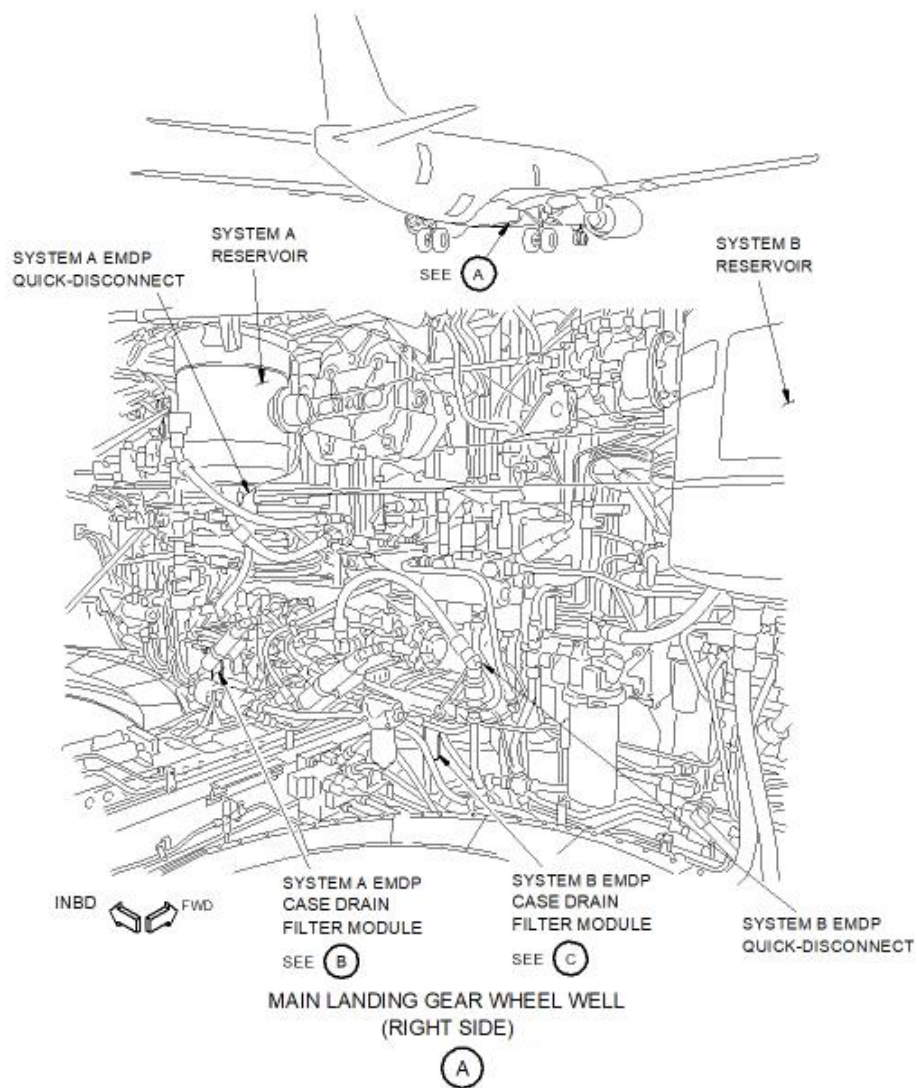
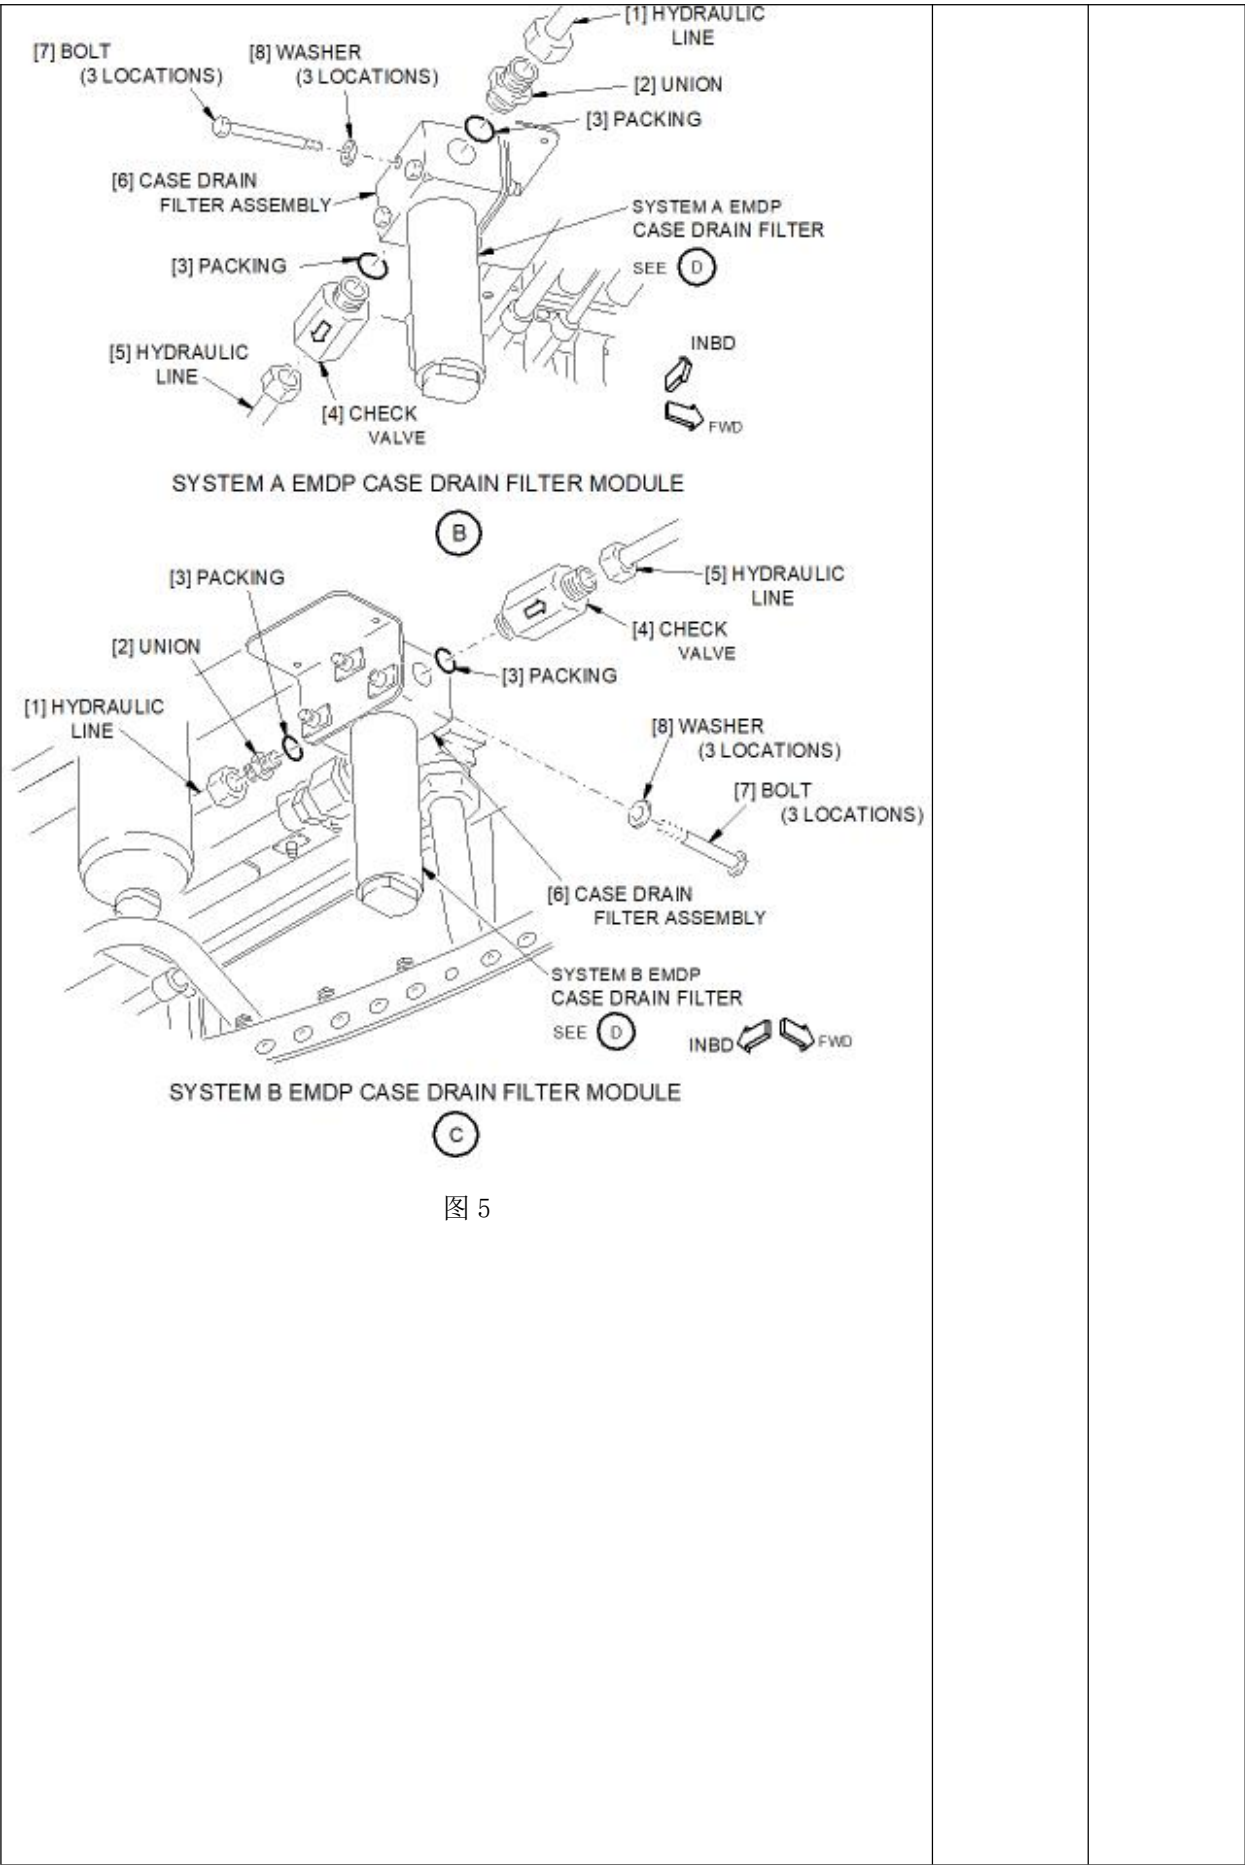
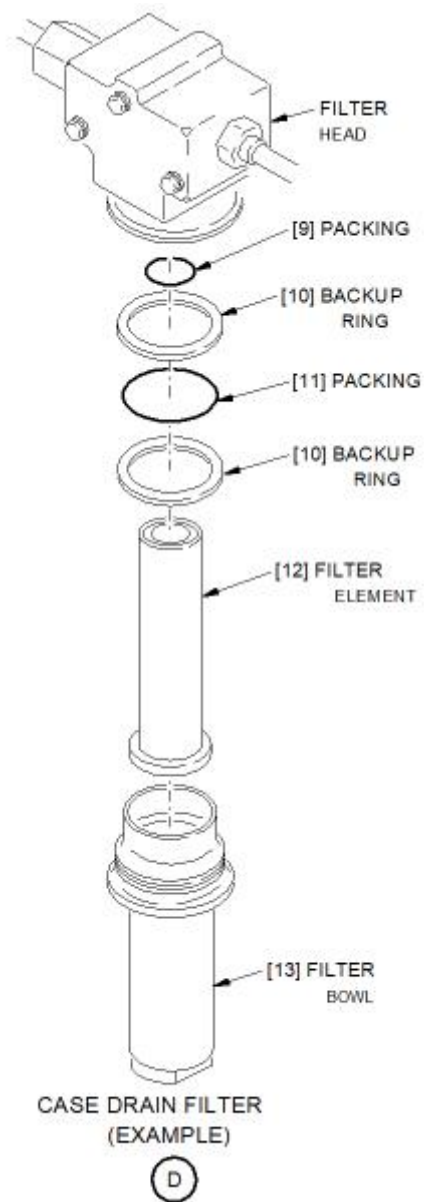

图 4
图 5
图 6
F. 检查壳体回油滤（参照图 4、图 5、图 6） (1) 拆卸壳体回油滤 1. 拔出下面跳开关：（P91 面板）